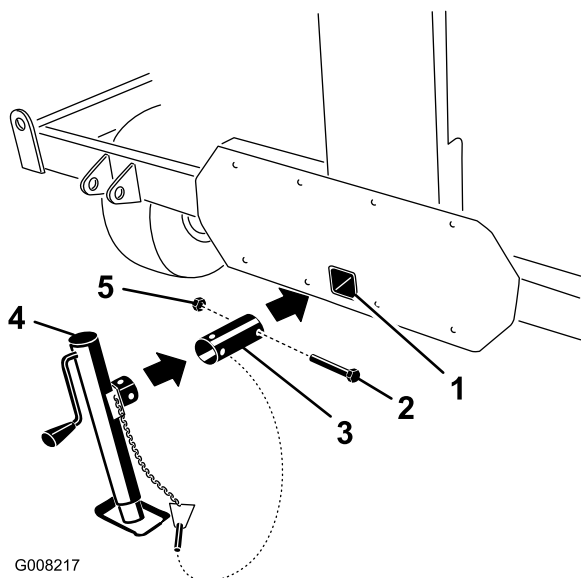

Рисунок 8
2. Вставьте трубу подъемной опоры в отверстие для крепления буксирной тяги (Рисунок 8).